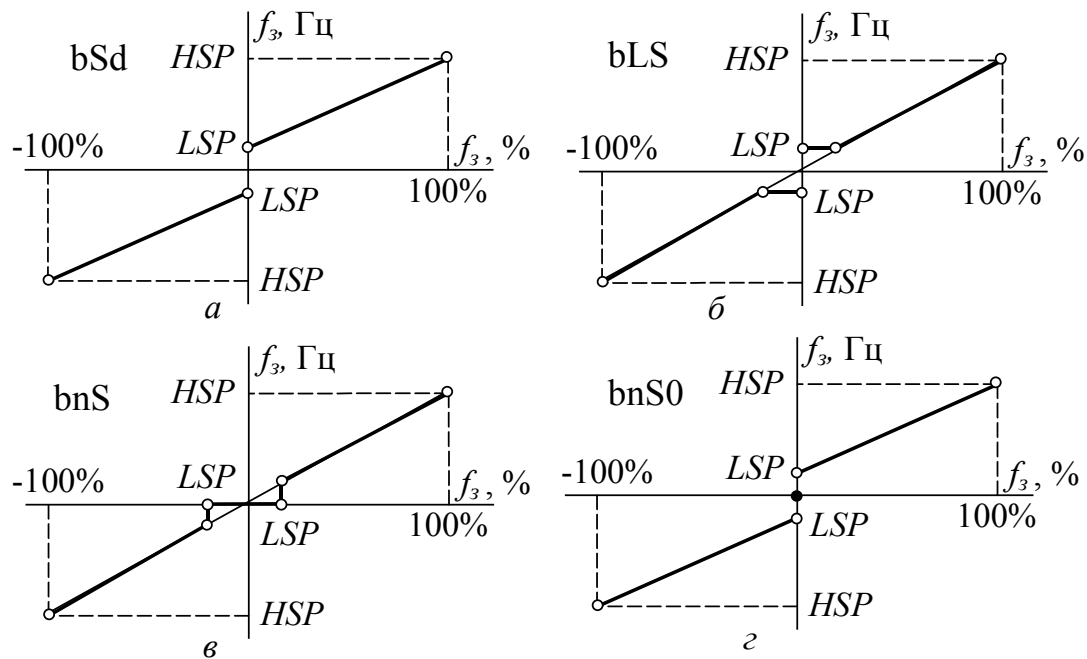

Рис. 7.5 Виды реакции ПЧ на задание
- $bSd$ , [ $Standard$ ], [ $Стандартная$ ] – нулевому заданию на частоту соответствует выходная частота LSP, а увеличение задания приводит к линейному росту частоты (рис. 7.5а);
- $bLS$ , [ $Pedestal$ ], [ $Ограничение$ ] – нулевому заданию также соответствует частота LSP, однако в дальнейшем частота изменяется в соответствии с рис. 7.5б;
- $bnS$ , [ $Deadband$ ], [ $Зона\ нечувствительности$ ] – при малых заданиях выходная частота равна нулю (рис. 7.5в);
- $bnS0$ , [ $Deadband\ 0$ ], [ $Зона\ нечувствительности\ 0$ ] – то же, что  $bSd$ , но при нулевом задании выходная частота равна нулю (рис. 7.5г).